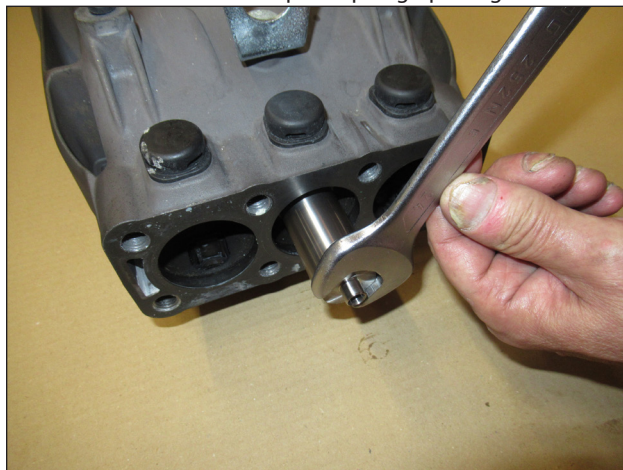

Fig. 48
- A) Après avoir retiré la tête et l'entretoise de la tête, libérer l'entretoise comme indiqué au paragraphe Fig. 48.